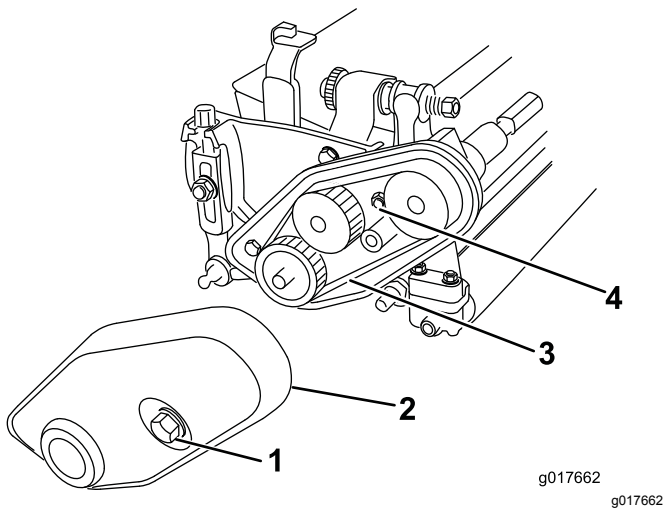

Figura 6
1. Afloje el perno cautivo que sujeta la cubierta de la correa a la unidad de corte hasta que pueda retirar la cubierta (Figura 6).
2. Afloje la tuerca tensora de la correa y retire la correa (Figura 6).